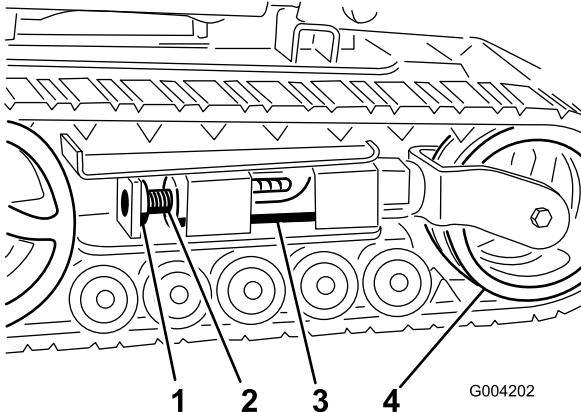
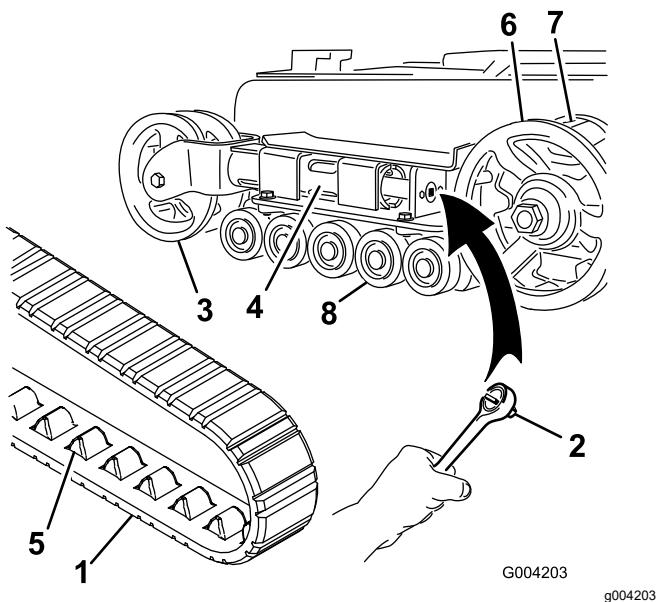
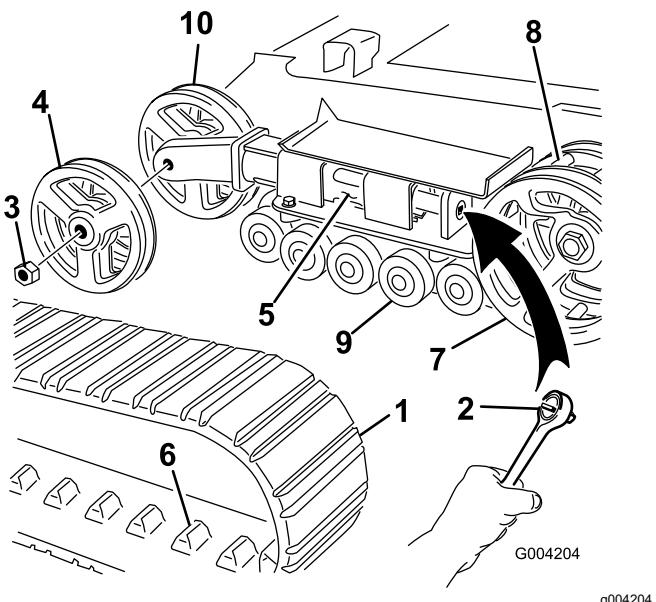

Рисунок 47
Рисунок 48
Рисунок 49
4. Отвинтите зажимной болт и гайку (Рисунок 47).
6. Совместите ближайшую выемку в натяжном винте с отверстием в зажимном болте и закрепите винт при помощи зажимного болта и гайки (Рисунок 47).
Примечание: Если передние натяжные колеса установлены в вилке на конце натяжной трубы, на вашей машине установлены узкие гусеницы. (Рисунок 48).
вращая натяжной винт по часовой стрелке (Рисунок 47 и Рисунок 48).
6. Надавите на натяжное колесо в направлении задней части блока, чтобы придвинуть натяжную трубу к раме (Рисунок 48).
8. Когда гусеница будет снята с натяжного колеса, снимите ее с ведущей звездочки и опорных катков (Рисунок 48).
9. Сначала установите новую гусеницу на ведущую звездочку. Звенья гусеницы должны находиться между зубьями звездочки (Рисунок 48).
10. Протолкните гусеницу под опорные катки и одновременно между ними (Рисунок 48).
Примечание: Если передние натяжные колеса установлены на конце натяжной трубы с боковых сторон, на вашей машине установлены широкие гусеницы (Рисунок 49).
5. Используя ключ с храповым механизмом на $\frac{1}{2}$ дюйма, ослабьте натяжение привода, вращая натяжной винт по часовой стрелке (Рисунок 47 и Рисунок 49).
6. Надавите на натяжное колесо в направлении задней части блока, чтобы придвинуть натяжную трубу к раме (Рисунок 49).
7. Отвинтите гайку, которая крепит внешнее натяжное колесо, и снимите колесо (Рисунок 49).
8. Снимите гусеницу (Рисунок 49).
9. Отвинтите гайку, которая крепит внутреннее натяжное колесо, и снимите колесо (Рисунок 49).
13. Установите внутреннее натяжное колесо и закрепите его отвинченной ранее гайкой (Рисунок 49).
15. Установите новую гусеницу на ведущую звездочку. Звенья гусеницы должны находиться между зубьями средней части звездочки (Рисунок 49).
16. Установите внешнее натяжное колесо и закрепите его отвинченной ранее гайкой (Рисунок 49).
6. Поместите наполненный смазкой колпачок опорного катка поверх головки болта (Рисунок 48).
7. Закрепите колпачок опорного катка стопорным кольцом (Рисунок 48).